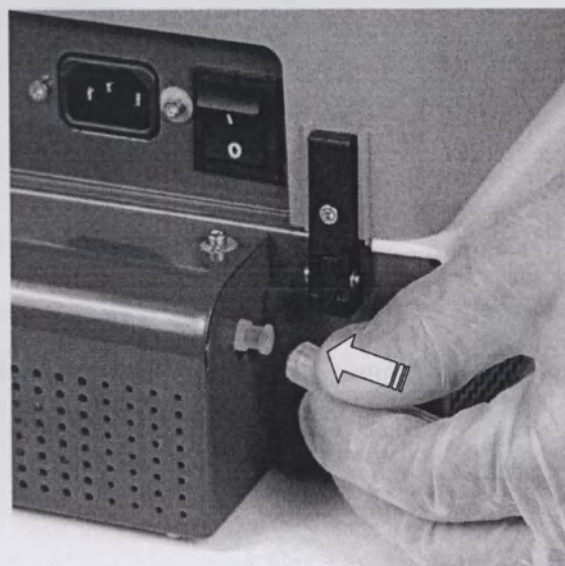
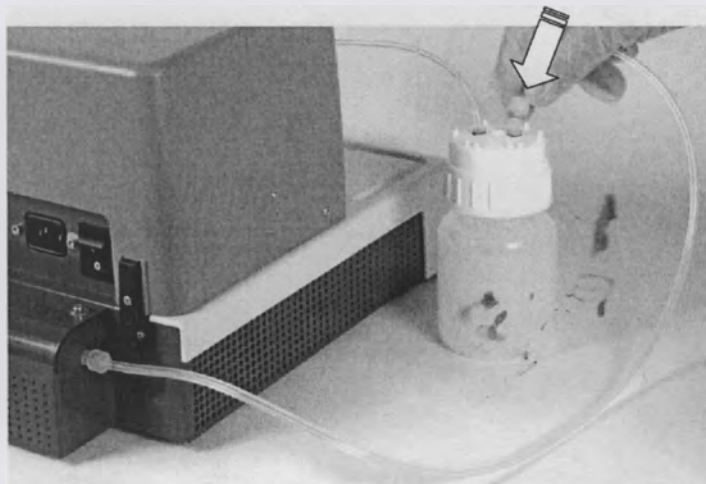

Рисунок 3-10. Подсоединение трубки к напорной/вакуумной системе
Рисунок 3-11. Подсоединение трубки к резервуару для реагента.
2. Подсоедините люэровский соединитель трубки к корпусу напорной/вакуумной системы (рисунок 3-10). Подсоедините другой конец трубки с аналогичным люэровским наконечником к резервуару для реагента (рисунок 3-11) для создания давления или вакуума.